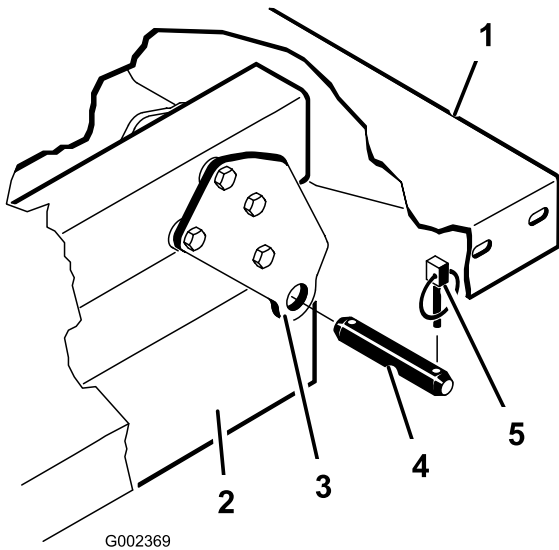

Figura 4
- Retire os pinos de sujeição e os pinos de forquilha que prendem os apoios da articulação nos canais da estrutura (Figura 4).